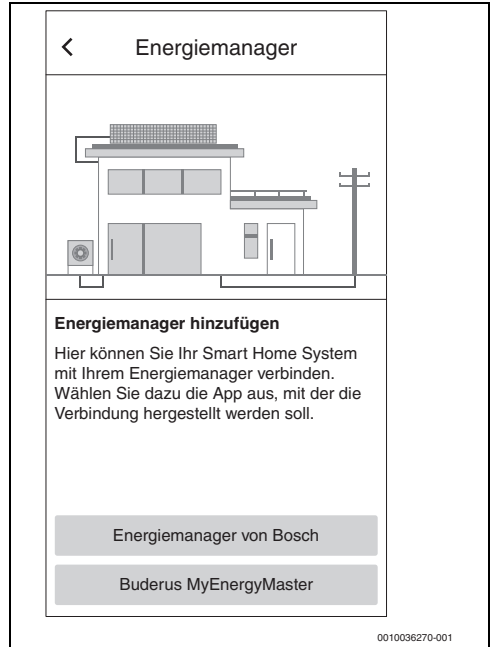

Bild 8 Buderus MyEnergyMaster auswählen
4. Im Menü **Energiemanager** den Menüpunkt **Buderus MyEnergyMaster** auswählen (→ Bild 8).